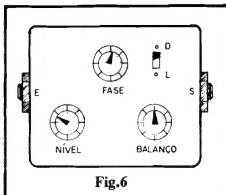

Fig. 6
- FIG. 6 - UMA SUGESTÃO SIMPLES PARA A CAIXA DO PHASIM... - Se a idéia for montar o circuito para funcionamento "autônomo", utilização mais "universal", todos os controles manuais, a sua implementação de lay out externo poderá ficar conforme sugere o diagrama, com uma caixa plástica não muito grande (cerca de 10,0 x 7,0 x 4,0 cm.) contendo, no seu painel principal os três potenciômetros de controle e o interruptor geral, e em laterais opostas, os jacks de Entrada e Saída... Com alguma habilidade extra, o Leitor/Hobbysta também não encontrará grandes dificuldades em "embutir" a placa do circuito em instrumentos tipo guitarra oca (semi-acústica...) ou outros... Obviamente que os controles e chave deverão ficar, no dito instrumento, externamente acessíveis (e posicionados de modo que, ao mesmo